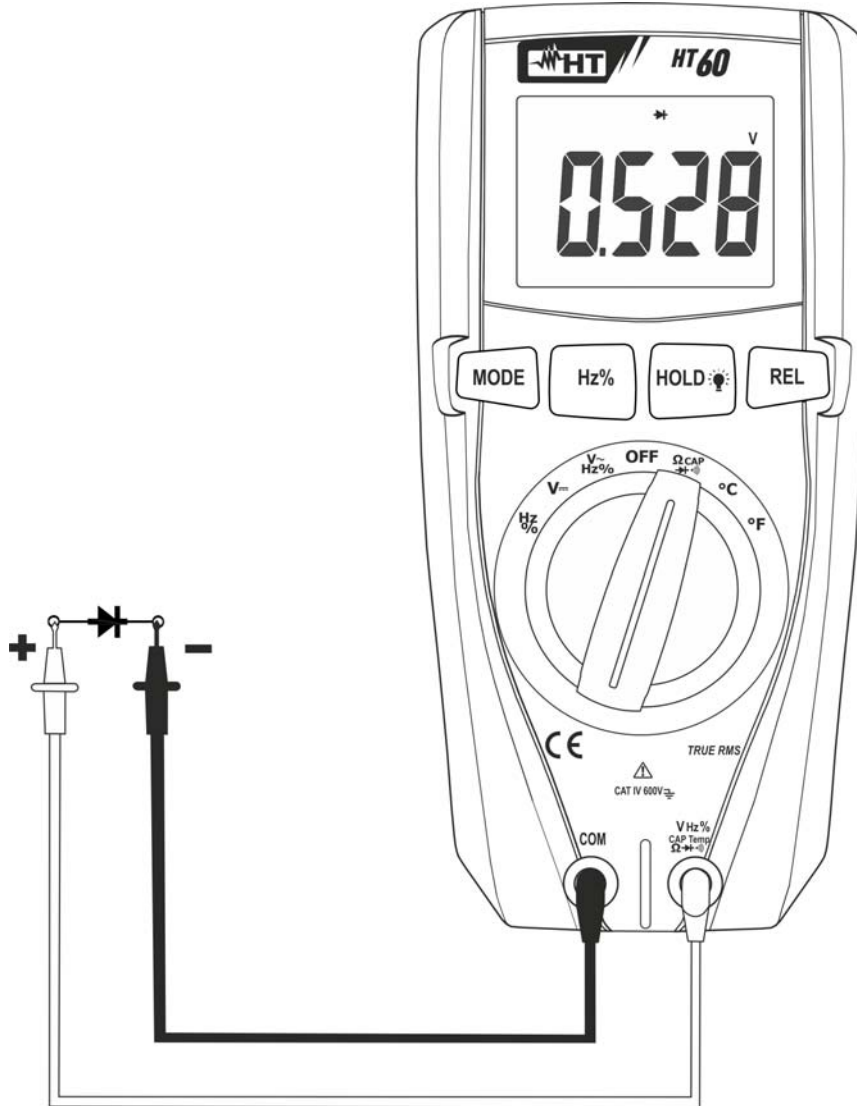

Fig. 5: Utilisation de l'instrument pour le test des diodes
4. Positionner les embouts aux extrémités de la diode sous test en respectant les polarités indiquées (voir Fig. 5). La valeur de la tension de seuil en polarisation directe est affichée à l'écran.
6. Si l'instrument affiche le message "O.L." les bornes de la diode sont inversées par rapport à ce qui est indiqué dans Fig. 5 ou bien la jonction P-N de la diode est endommagée